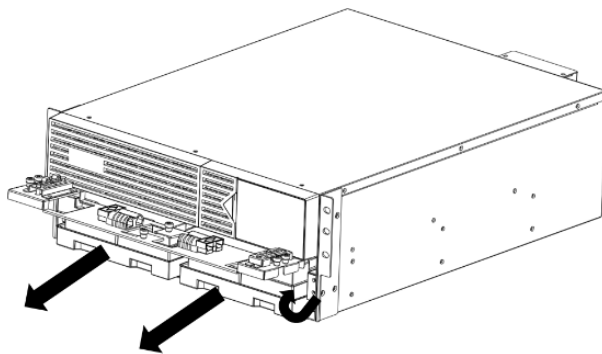

Figure 3
3. Retirez les modules de batterie internes directement par l'avant de l'onduleur. (Fig. 3)